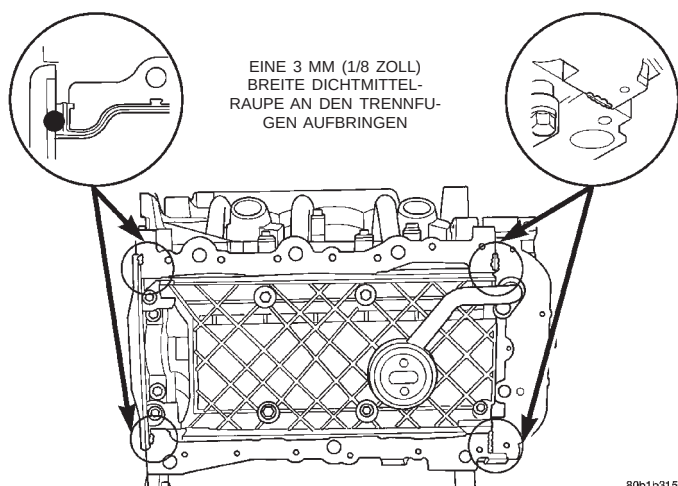

Abb. 73 Ölwanne abdichten
(1) Eine 3 mm (1/8 Zoll) breite Raupe Silikonkautschuk-Dichtungskleber (Mopar® oder gleichwertiges Produkt) an den Trennfugen zum Ölpumpengehäuse und zum Halter des hinteren Kurbelwellendichtrings aufbringen (Abb. 73).
(2) Ölwannendichtung am Motorblock anbringen.